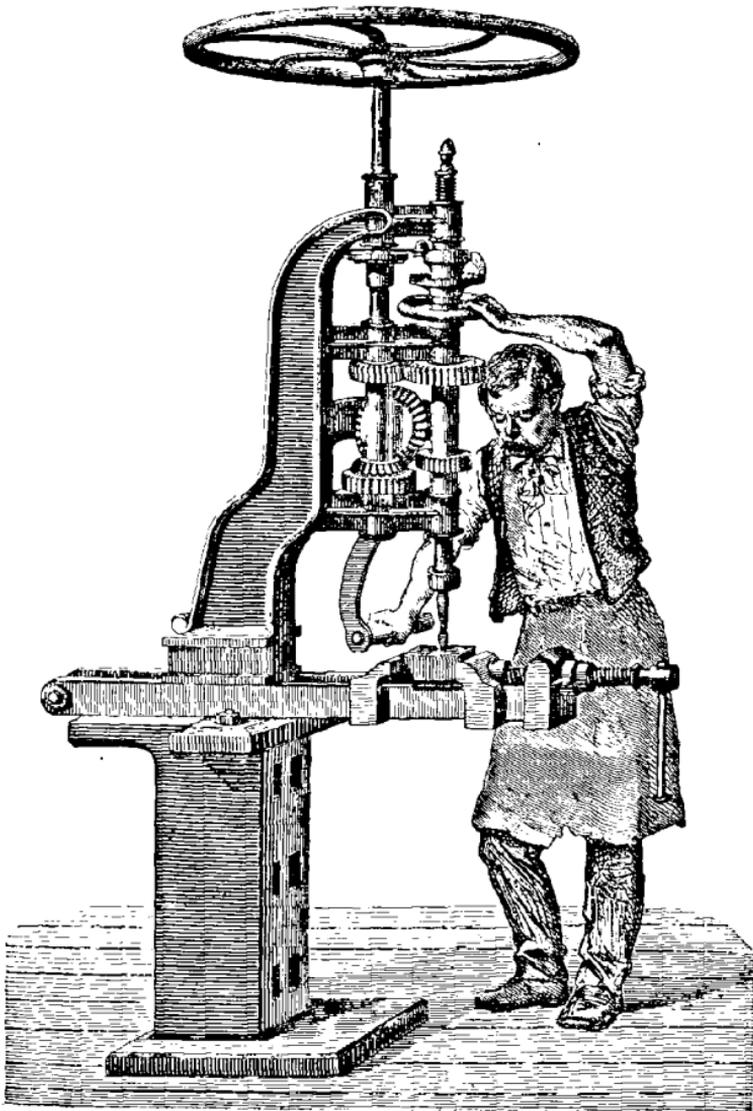

FIG. 67. — Machine à percer.
**Machines à percer.** — Les *machines à percer* servent, comme leur nom l'indique, à pratiquer des trous dans les métaux. La figure 67 représente une des nombreuses dispositions employées. L'outil, ou *foret*, est adapté à l'extrémité d'une tige cylindrique appelée *porte-foret*, qui peut tourner entre des guides et se déplacer verticalement. Le mouvement est communiqué par des engrenages mus à la vapeur ou à la main. Quand on veut percer un trou dans une pièce de fer, par exemple, on la place sur la table de la machine et, comme le représente la figure, l'ouvrier agit de la main gauche sur une vis qui fait descendre le foret à hauteur convenable, puis il le met en mouvement et, à mesure que le trou se perce, il fait descendre l'outil.